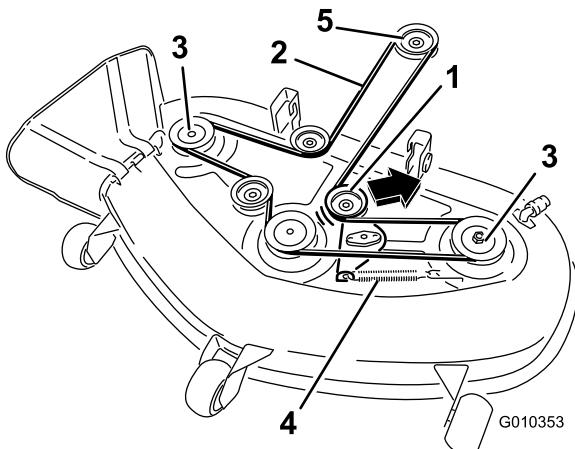

Figura 64
- Presione la polea tensora en el sentido indicado en la Figura 64 y retire la correa de las poleas.
7. Pase la correa nueva alrededor de las poleas del motor y del cortacésped (Figura 64).
8. Tire de la polea tensora en el sentido que muestra la Figura 64 y pase la correa por la polea tensora (Figura 64).